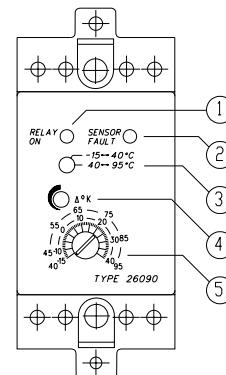

Fig. 1
Termostatens reläkontakt växlar när temperaturen vid givaren sjunker under inställt värde. Indikeras av LED ①. När temperaturen uppnår inställt värde släcks LED. Se fig 1.